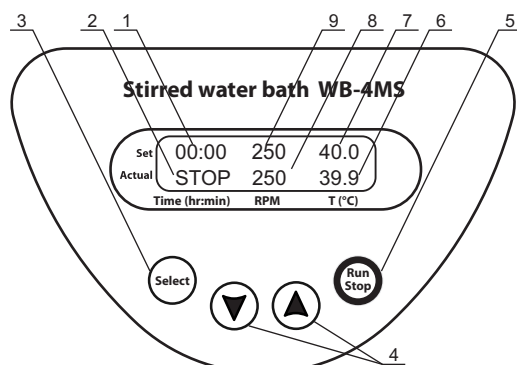

Рис. 1 Панель управления
- в верхней строке (**Set**) – ранее установленные значения времени (рис. 1/1), скорости магнитного перемешивающего элемента (рис. 1/9) и температуры воды (рис. 1/7);
- в нижней строке (**Actual**) – индикатор Time (STOP, рис. 1/2), текущие показания скорости магнитного перемешивающего элемента (рис. 1/8) и температуры воды (рис. 1/6).
- Нажатием кнопки **Select** (рис. 1/3) выберите параметр, который необходимо изменить. Каждое нажатие кнопки **Select** последовательно активирует установленные значения в верхней строке дисплея. Активный параметр обозначается мигающей индикацией.
- Используйте кнопки ▲ и ▼ (рис. 1/4) для установки соответствующих значений. Если кнопка установки удерживается нажатой более 2 сек., скорость смены значений увеличивается.
- Нажатием кнопки **Select** выберите параметр температуры **T (°C)** (рис. 1/7).
- Кнопками **▲** и **▼** (рис. 1/4) установите необходимую температуру. Если кнопка установки удерживается нажатой более 2 секунд, скорость смены значений увеличивается.
- Начинается нагрев. Текущие показания температуры отображаются в нижней строке дисплея (рис. 1/6).
- Нажатием кнопки **Select** выберите параметр скорости **RPM** (рис. 1/9).
- Кнопками **▲** и **▼** (рис. 1/4) установите необходимую скорость (250–1000 об/мин). Если кнопка установки удерживается нажатой более 2 секунд, скорость смены значений увеличивается. Текущие показания скорости вращения магнитного элемента отображаются в нижней строке дисплея (рис. 1/8).
- Нажатием кнопки **Select** выберите параметр времени **Time (hr:min)** (рис. 1/1).
- Кнопками **▲** и **▼** (рис. 1/4) установите необходимый интервал времени. Если кнопка установки удерживается нажатой более 2 сек., скорость смены значений увеличивается.
4.8. Нажмите кнопку **Run/Stop** (рис. 1/5). При этом начнется отсчет установленного интервала времени (рис. 1/2).
4.9. По истечении установленного интервала времени таймер подает звуковой сигнал, при этом на дисплее отображается мигающая индикация **STOP**. Нажмите кнопку **Run/Stop** (рис. 1/5) для прекращения сигнала.
Внимание! При остановке таймера не прекращается процесс нагрева/поддержания установленной температуры. Для прекращения нагрева необходимо кнопкой **▼** T, °C (рис. 1/4) установить значение температуры ниже 25°C (индикация OFF на дисплее).